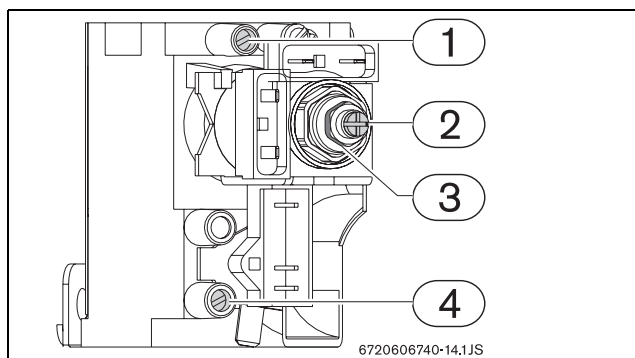

Fig. 16 Pontos de medição de pressão
- ▶ Utilizando a porca de ajuste (Fig. 16, pos. 3) regular a pressão até atingir os valores indicados na tabela 16.
- ▶ Utilizando o parafuso de ajuste (Fig. 16, pos. 2) regular a pressão até atingir os valores indicados na tabela 16.